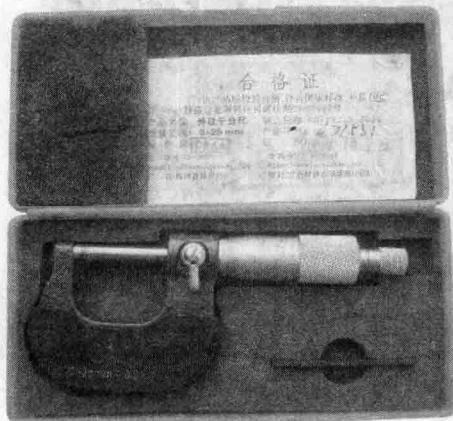

图 2-7 千分尺
(1) 千分尺 千分尺精度为 0.01mm, 规格有 0 ~ 25mm、25 ~ 50mm、50 ~ 75mm 等多把, 每间隔 25mm 为一段测量范围, 如图 2-7 所示。